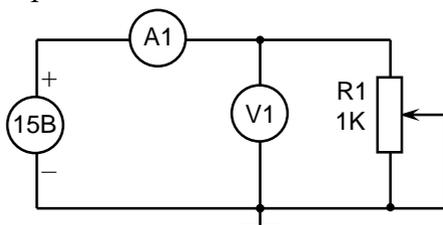

Рис. 1.4. Схема для снятия характеристики переменного резистора
3. Собрать схему для измерения угломерной характеристики переменного резистора согласно представленной на рис. 1.4.